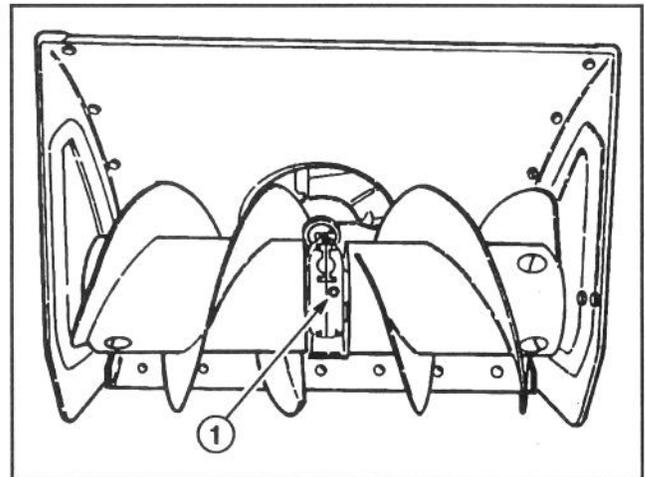

Abbildung 27
## RÄUMGETRIEBEGEHÄUSE (ABB. 27)
3. Rohrverschluß von Getriebegehäuse entfernen (Abb. 27).